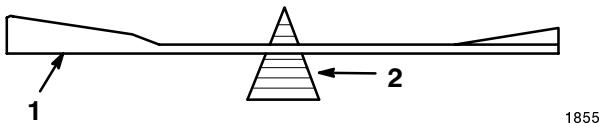

Abbildung 39
2. Die Balance des Schnittmessers auf einer Schnittmesserwaage überprüfen (Abb. 39). Wenn das Messer in horizontaler Position bleibt, ist es ausgewuchtet und kann weiter verwendet werden. Wenn es nicht ausgewuchtet ist, von der Rückseite des Messers etwas Metall abfeilen. Diesen Vorgang wiederholen, bis das Messer ausgewuchtet ist.